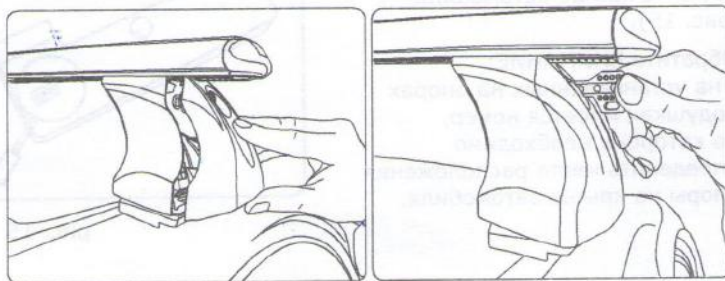

рис. 18
1.3.5. Установите передние крышки опоры. Поворотом ключа по часовой стрелке на угол $\approx 90^\circ$ закройте замки (рис. 18).